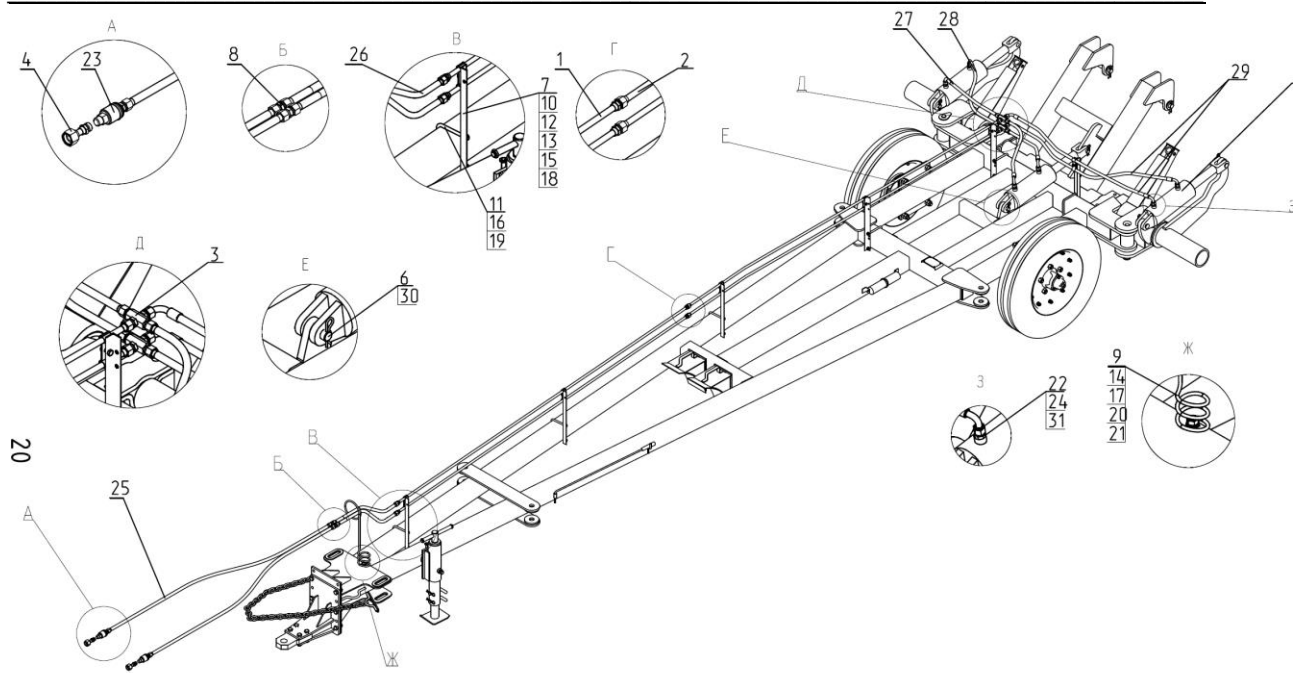

Рис.16. ЛДГ 04.000А Гидросистема.
2.33. Гидросистема (Рис. 16) служит для подъема дисковых батарей в транспортное положение и опускание батарей в рабочее положение.